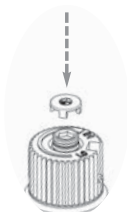

Fig. 6
18) Re-assemble the black protection cap (Fig. 6).